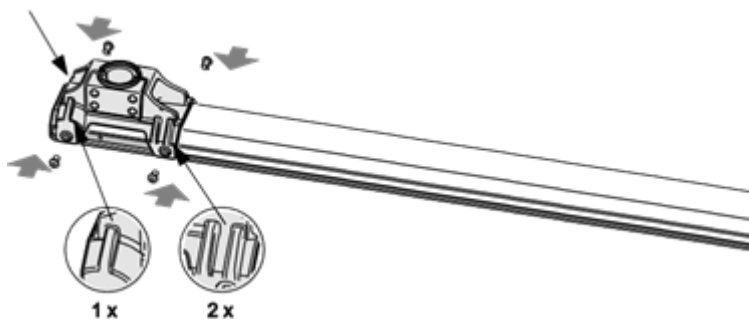

Fig. 25: Montar a versão padrão do flange Vario
18. Montar o flange no outro lado da haste de cancela. Ter em atenção a posição das duas porcas ranhuradas e da chapa adicional. A convexidade mais curta do flange deve apontar para a extremidade da haste de cancela. → Consultar também a página 63, Fig. 25.